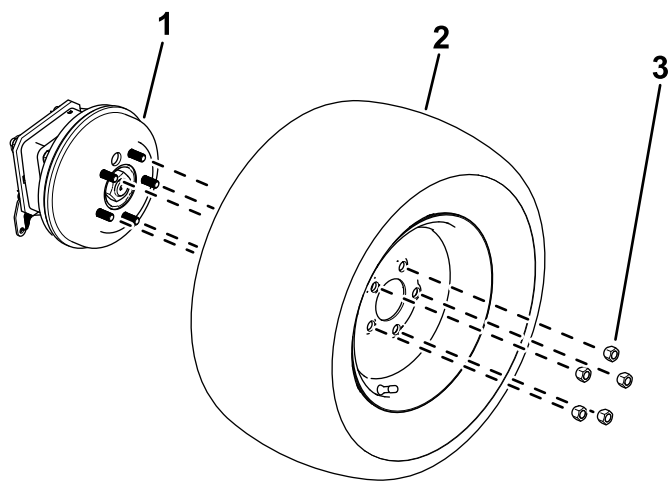

Figura 11
2. Allentate e rimuovete i dadi delle ruote (Figura 11).
3. Rimuovete le ruote dai mozzi (Figura 11).
- 1. Utilizzate i dadi ruota rimossi in precedenza per fissare gli pneumatici ai mozzi delle ruote (Figura 11).